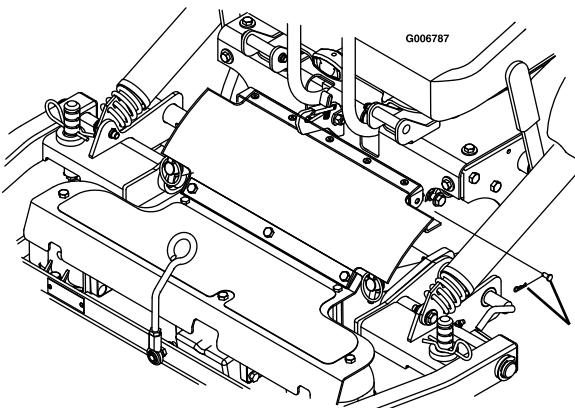

Figure 71
8. Retirez la goupille fendue et l'axe de chape des deux côtés de la protection de PDF (Figure 71).
- Alignez la partie supérieure de la protection de PDF en caoutchouc et les pattes à l'avant de la console, et fixez-la en position de chaque côté avec un axe de chape et une goupille fendue (Figure 71).